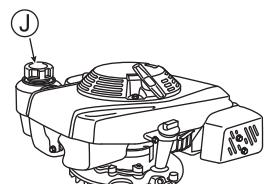

Abb. 10
- Öffnen Sie den Kraftstofftankdeckel (J) und füllen Sie Benzin ein. Wischen Sie etwaig verschüttetes Benzin umgehend mit einem Lappen auf. (Siehe Abb. 10)
- Schließen Sie den Kraftstofftankdeckel (J) nach dem Betanken ordentlich.